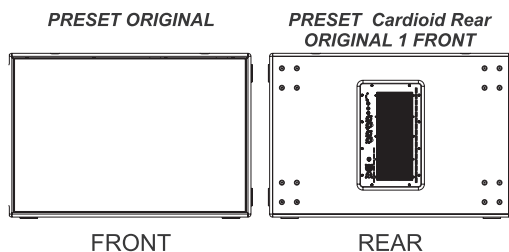

Fig.1
ORIGINAL 1 FRONT: preset da utilizzare in sistemi con due subwoofers; nel diffusore rivolto verso l'audience impostare il preset ORIGINAL (1); (fig.1)
ORIGINAL 1 FRONT: pré réglage à utiliser dans les systèmes disposant de deux subwoofers; dans le diffuseur tourné vers l'audience, configurer le pré réglage ORIGINAL(1). (fig.1)
ORIGINAL 1 FRONT: Voreinstellung zu verwenden in Systemen mit zwei Subwoofers; im Lautsprecher zum Publikum gerichtet die Voreinstellung ORIGINAL (1) einstellen; (Abb.1)